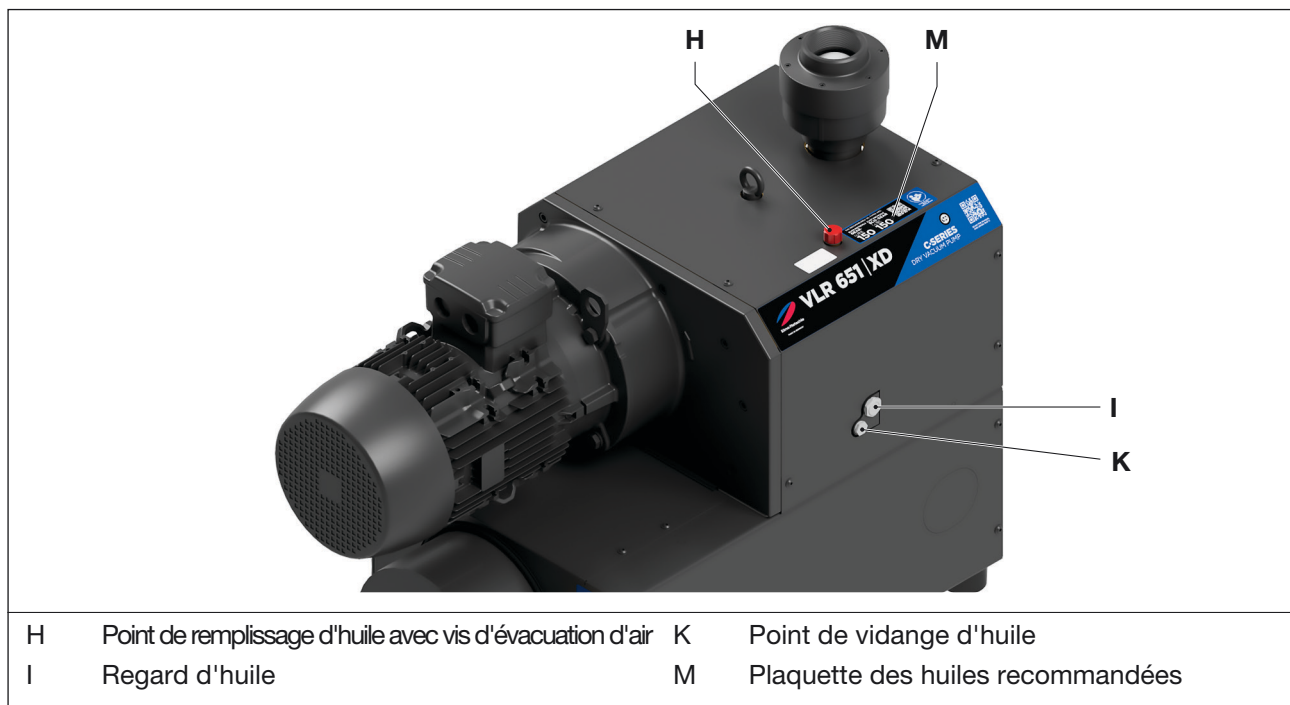

Fig. 5 Vidange d'huile
Comme matières consommables, nous recommandons les huiles Elmo Rietschle, voir également la plaquette des huiles recommandées (fig. 5/M) ainsi que le tableau 3 de la page 30 :
Contrôlez tous les mois le niveau d'huile sur le regard d'huile (Fig. 5/I).
- b) Ouvrez le bouchon du point de remplissage d'huile (Fig. 5/H) et remplissez d'huile jusqu'au bord supérieur du regard (Fig. 5/I).
- b) Ouvrez l'obturateur du point de remplissage d'huile (Fig. 5/H), ouvrez le point de vidange de l'huile (fig. 5/K) et vidangez complètement l'huile usagée.
- c) Obturez le point de vidange de l'huile (Fig. 5/K) et remplissez d'huile neuve par le point de remplissage d'huile (Fig. 5/H).
Contrôlez le niveau d'huile sur le regard d'huile (Fig. 5/I).
- d) Fermez la vis sur le point de remplissage d'huile (Fig. 5/H).